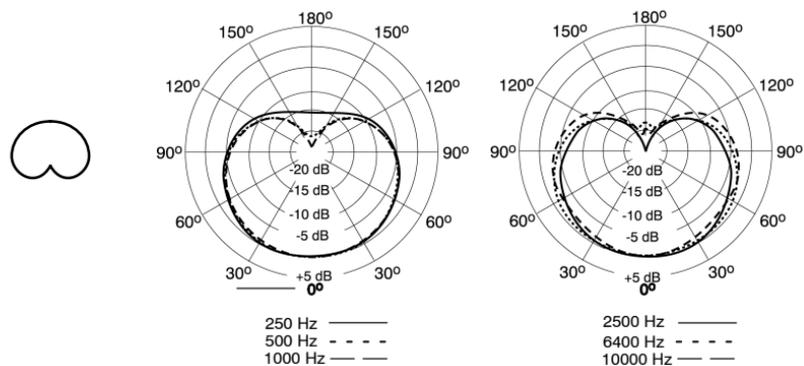

FIGURA 4. PATRONES DE CAPTACION POLAR TÍPICOS
**Cardioide.** Cuando se selecciona este patrón de captación, el micrófono capta los sonidos de las fuentes colocadas directamente delante de su punta y es menos sensible a las fuentes colocadas detrás de la misma. Este patrón es el utilizado más comúnmente para grabaciones en estudio y presentaciones en vivo. Vea la Figura 4.
**Omnidireccional.** Capta los sonidos de todas las direcciones. Este patrón es el mejor para captar sonidos ambientales en una sala o para captar varias fuentes sonoras al mismo tiempo, por ejemplo varios cantantes. El patrón de captación omnidireccional no exhibe efecto de proximidad. Vea la Figura 4.